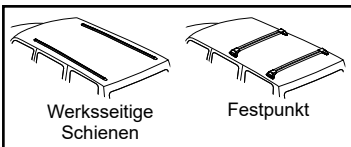

Abb. 1
- ☐ Bei werksseitigen Schienen oder Festpunkten (siehe Abbildung 1) ist darauf zu achten, dass sich das Dach bei starker Belastung nicht verformt.